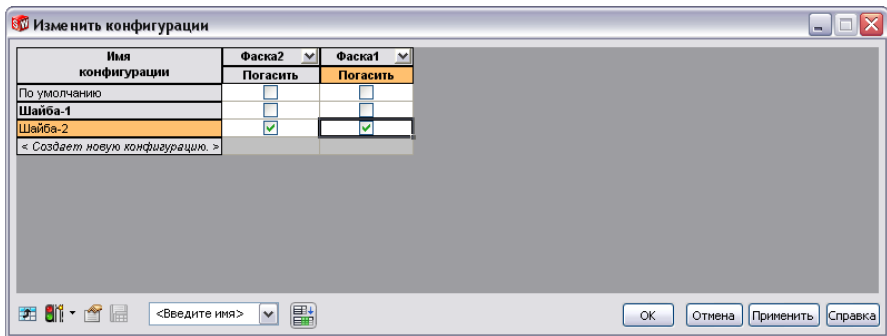

Рисунок 8.42 - Діалогове вікно «Изменить конфигурации»
ты» виберемо команду - «Свойства конфигурации». У результаті на екрані відкриється діалогове вікно «Изменить конфигурации» (рис. 8.42).
3. Створимо нову конфігурацію, для цього активізуємо рядок **<Создает новую конфигурацию>** у таблиці й введемо ім'я нової конфігурації - «Шайба-2» (рис. 8.42). У рядку конфігурації «Шайба-2» поставимо прапорці «Фаска1» і «Фаска2» - у новій конфігурації дані елементи будуть погашені (рис. 8.42).